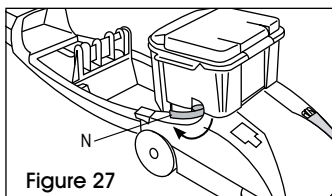

Figure 27
4. Remplacez le réservoir et appuyez pour vous assurer qu'il est bien enclenché. Faites tourner les loquets (N) (un de chaque côté du réservoir) vers l'intérieur pour verrouiller le réservoir. Soulevez la poignée en position verticale et remplacez le réservoir de solution propre supérieur. (Voir Figure 27)